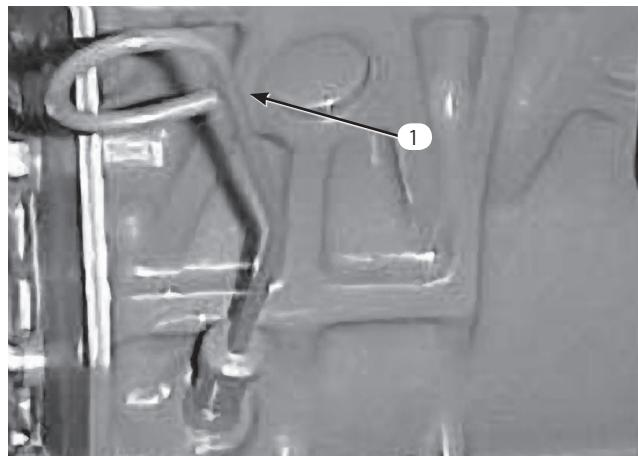

図14
2. ディップスティック (図14) を抜き取り、付いているオイルをウェスで拭きとつてもう一度差し込む。ディップスティックを引き抜いて油量を点検する。FULL 位置まであればよい。